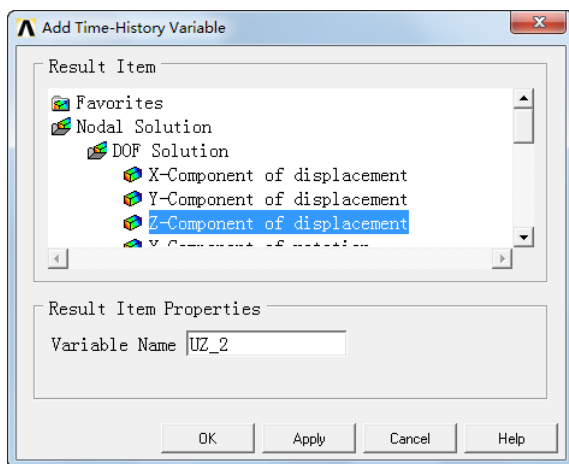

图 13-76 Add Time-History Variables 对话框
③定义位移变量 UZ：在“Time History Variables”对话框中单击左上角的  按钮，弹出“Add Time-History Variables”对话框，连续单击 Nodal Solution > DOF Solution > Z-Component of displacement，如图 13-76 所示，在“Variable Name”后面输入“UZ_2”，单击“OK”按钮。